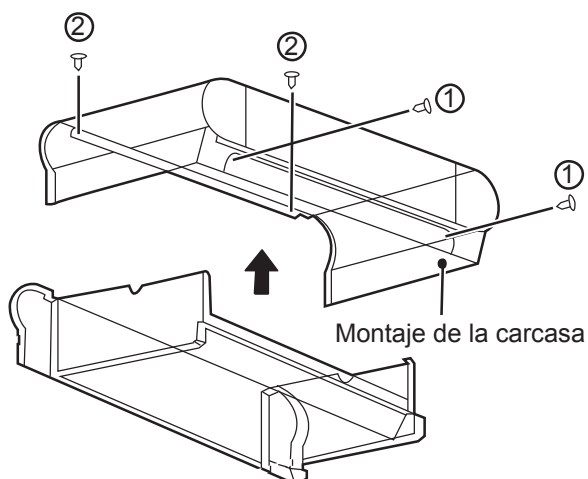

Imagen 12.5.3 Retirar la carcasa
c) Tal como se muestra en la Imagen 12.5.3, retire los tornillos ① * 2 y ② * 2 y luego la carcasa.